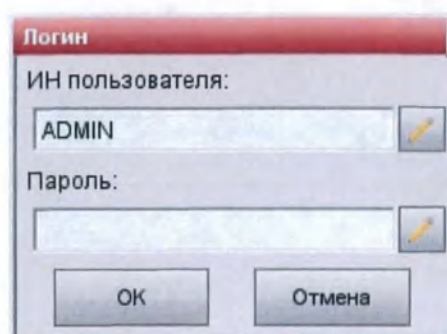

Рис.3-3 Логин
3. Введите ИД оператора и пароль (заводские настройки **ADMIN/ADMIN**) (Рис.3-3) во всплывающем окне, чтобы зайти в меню **<Время и Дата>**.